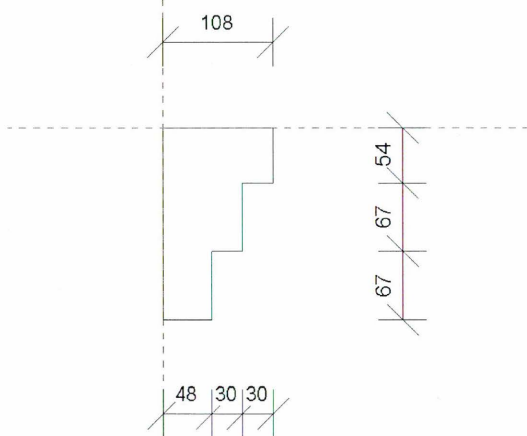

Fig. 03.05. Tegn i forhold til indsættelsespunktet, tegn eksempelvis som vist på figuren her.
- Tegn linierne i forhold til indsættelsespunktet (skæringen mellem de to grønne stiplede linier) (Fig. 03.05).